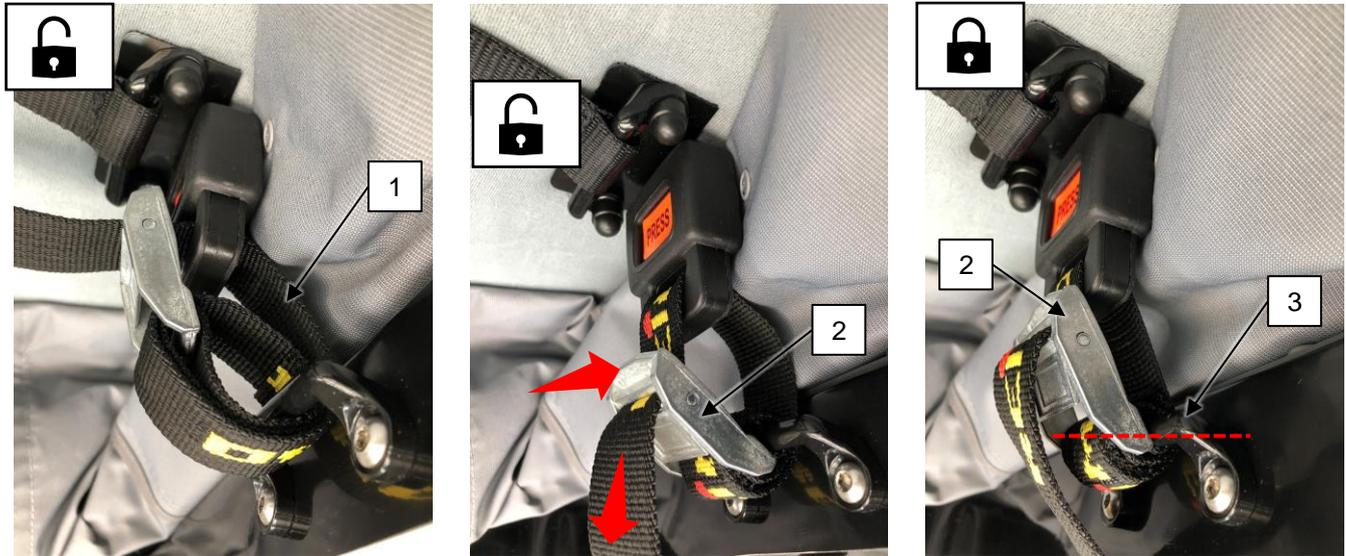

Abb. 5-1: Gurtbandführung
- Das Gurtband (s. Abb. 5-1,1) entsprechend Abb. 5-1 anbringen und straffziehen, dabei gegen die Schnalle (2) drücken:
- **Die Schnalle (2) muss auf dem Bügel (3) aufliegen!**
- **Es darf keine Schlaufe zwischen der Schnalle (2) und dem Bügel (3) entstehen.**